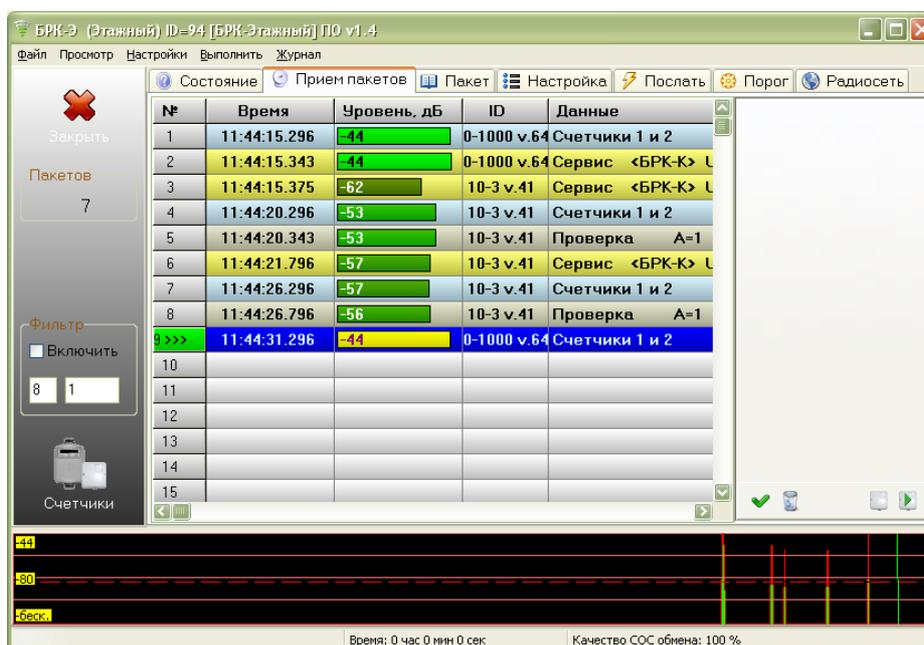

Рисунок 34 - Окно БРК-Э
5) Из списка найденных устройств выбрать требуемый БРК-Э и нажать на кнопку «Тест». Откроется окно работы с БРК-Э (рисунок 34).